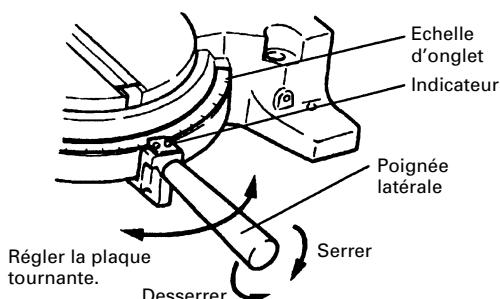

Fig. 16
- (1) Desserrer la poignée latérale et régler la plaque tournante jusqu'à ce que l'indicateur soit aligné sur le réglage voulu de l'échelle d'onglet (Fig. 16).
- (2) Resserer la poignée latérale pour fixer la plaque tournante à la position voulue.